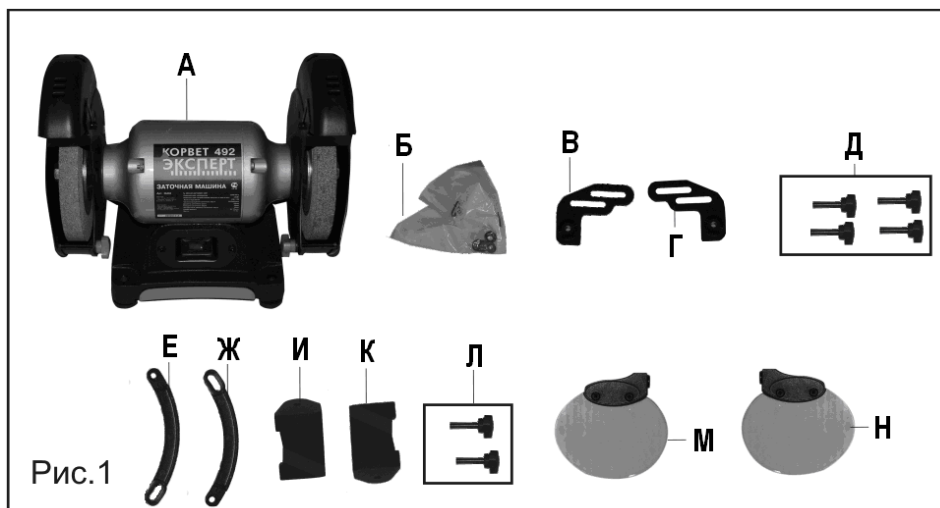

Рис. 1
В комплект поставки входит, Рис. 1:
Примечание: Устанавливая винты (3, 13, 10), используйте по одной на каждый из винтов плоскую и пружинную шайбы из комплекта шайб (Б), Рис. 1. Пружинную
9.3. Винтом (Л), Рис. 1, предварительно закрепите защитный экран (9) на держателе (12).